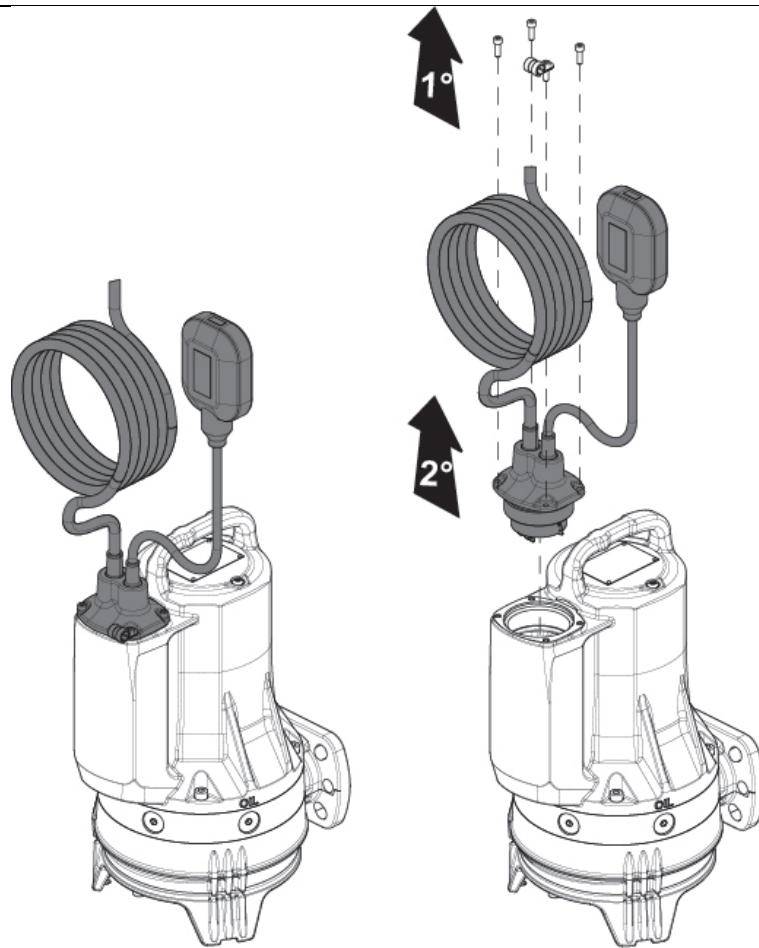

Fig.13
- **Заміна поплавця (Рис.13)**